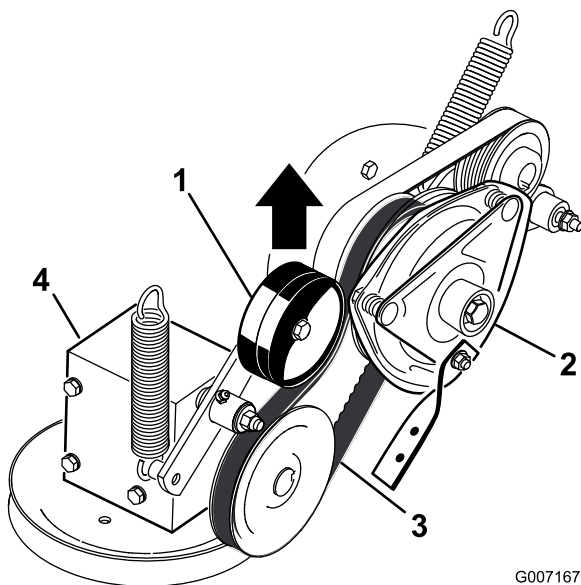

Figure 61
4. Tirez sur la poulie de tension rappelée par ressort de la courroie d'entraînement de PDF et déposez la courroie de la poulie d'embrayage (Figure 61).
16. Tirez sur la poulie de tension appelée par ressort de la courroie d'entraînement de PDF et placez la courroie sur la poulie d'embrayage (Figure 61).